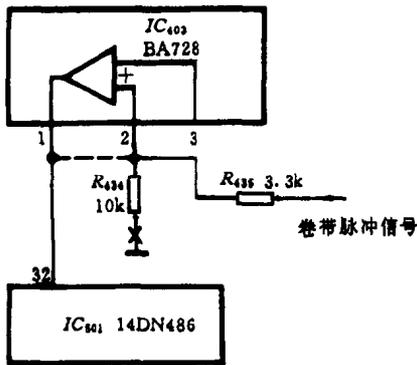

图 2-1
测微处理器 IC_{501} (14DN486) 的③脚无卷带脉冲信号，而测卷带脉冲检测集成电路 IC_{403} (BA728) 的②脚有脉冲信号输入，有 0.8~1.2V 变化的脉冲电压，③脚有 1.6V 直流电压，而输出端①脚无脉冲电压输出，判定该集成电路损坏。应急修理时，可将 BA728 的②脚与①脚短接（相当于 IC_{403} 的②脚与 IC_{501} 的③脚短接），同时去掉 R_{434} (10k Ω) 即可。电路见图 2-1。